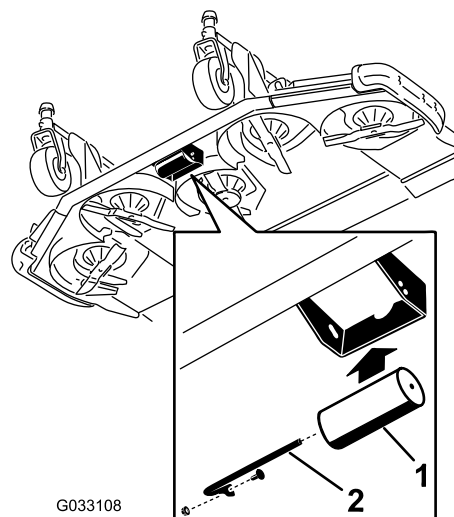

Figura 27
2. Allineate il rullo ai fori superiori e montate l'albero con la vite e il dado (**Figura 27**).